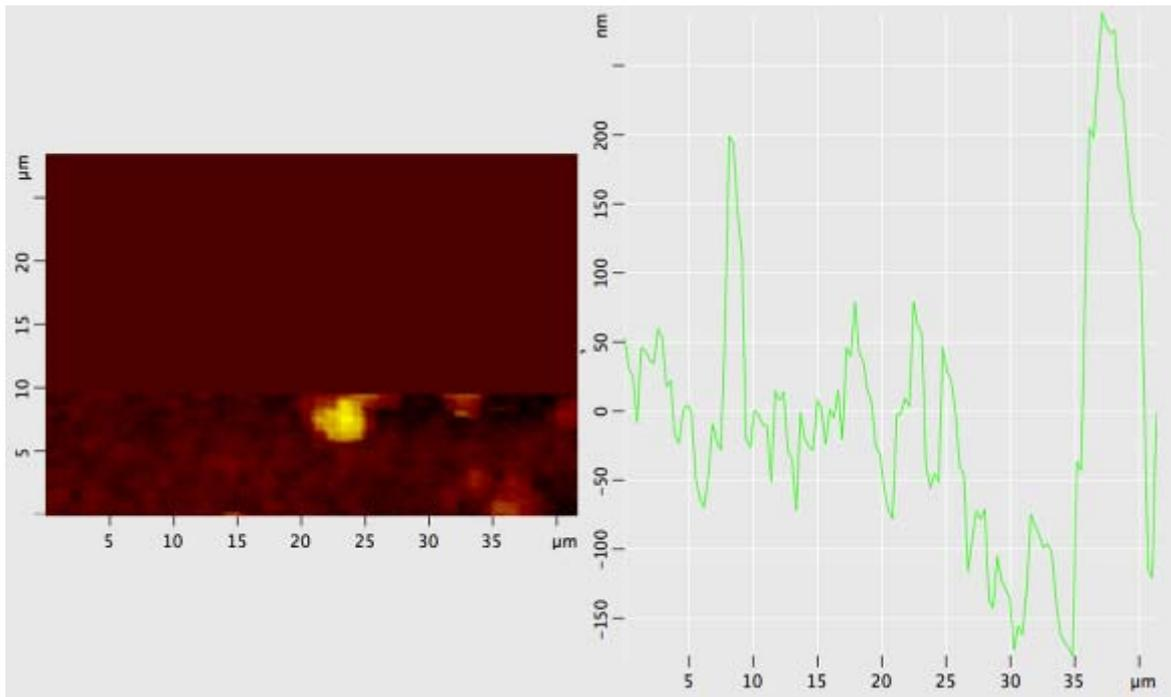

Рис. 4-38
– деление области измерений на две расположенных горизонтально части (Рис. 4-38). В левой части происходит отображение сканируемой поверхности, в правой – построчное отображение измеряемого сигнала;